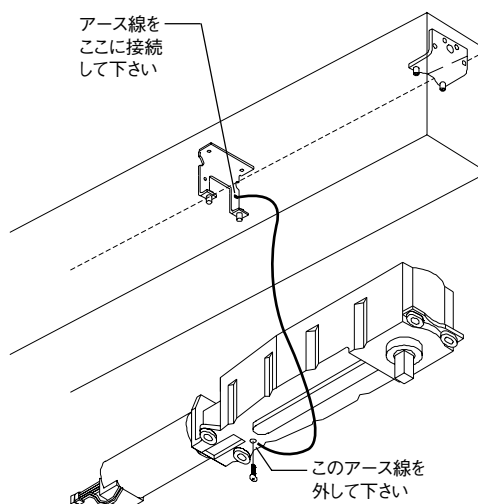

図5-1
- 5.2 取り付けを簡単にするために、85010-600のグリーンのオペレーター アース線を外して下さい。図5-1で示すように、オペレーターユニット取付用ブラケットにアース線を接続して下さい。